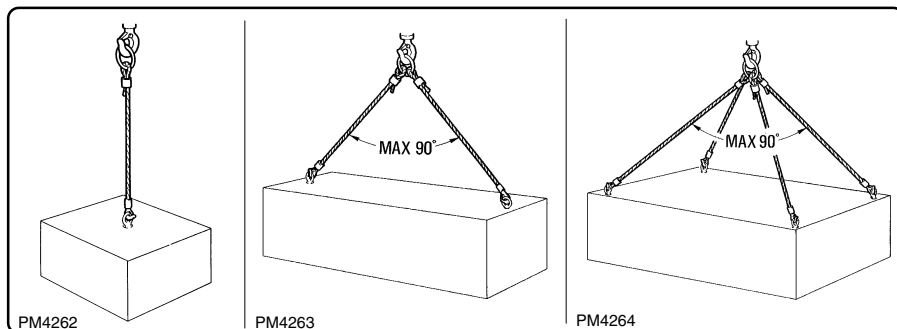

fig. 6.2.1
I tipi di sospensioni più semplici sono indicati in fig. 6.2.1.
*The simplest kinds of attachment are indicated in fig. 6.2.1.*